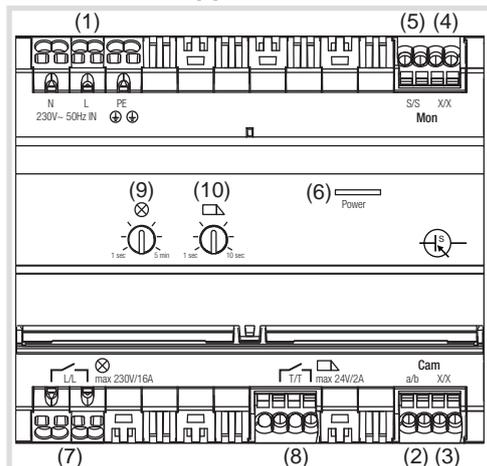

Figura 1: Struttura apparecchio
**LED d'esercizio/di sovraccarico Power (Figura 1, 6)**
- Montare l'apparecchio o n l'apertura tutto il binario a norma DIN EN 60715. Il collegamento alla tensione di esercizio deve essere effettuato in alto (figura 1, 1).
- Collegare il conduttore equipotenziale al collegamento PE (figura 1, 1).
- Ai fini della protezione antimanomissione collegare l'apriporta al contatto (figura 1, 8).
- Anb e nel caso in cui il sistema può essere controllato a 2 poli (protezione antimanomissioni). Collegare un polo al contatto dell'apriporta delle stazioni da porta e il secondo polo al contatto dell'apriporta (figura 1, 8) dell'alimentazione della linea.
- Ruotare il potenziometro per il periodo di sbloccaggio dell'apriporta (figura 1, 10) nella posizione desiderata.
**I** Un apriporta del contatto dell'apriporta può essere recluso anche senza una chiamata in entrata (figura 1, 8).
- Collegare il contatto (figura 1, 7) al preavviso di distruzione per ommutare l'illuminazione o per ommutare un temporizzatore della luce alle.
- Ruotare il potenziometro per il periodo di azione (figura 1, 9) nella posizione desiderata.